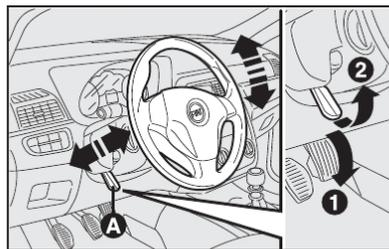

fig. 11
VOLANTE - fig. 11
- 1) deslocar a alavanca **A** para a posição **1-fig. 11**;